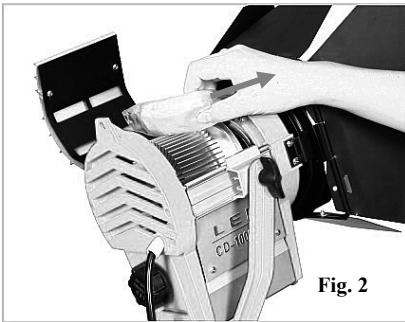
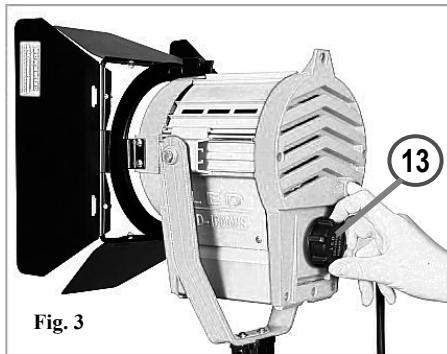

Fig. 2
Fig. 3
- Verwijder het beschermvulsel voor transport** en eventueel andere resten (Fig. 2). Sluit het deksel.
- Plaats de klepvenset (2) en regel de hellinghoek van de bevestigingsbeugel.
- Sluit de 220V stekker (5) aan op een contactdoos.
- Schakel de LED verlichting IN-UIT met schakelaar (6).
- Stel de focus van de lichtstroom in met regelknop (13) (Fig. 3).
- Enlevez le rembourrage de protection pour le transport** et éventuellement d'autres résidus.(Fig. 2). Fermez le couvercle.
- Placez le coupe-flux (2) et ajustez l'angle d'inclinaison de l'étrier de fixation.
- Raccordez la fiche 220V (5) à une prise de courant.
- Appuyez l'interrupteur (6) pour allumer ou éteindre la lumière LED.
- Réglez la focalisation du flux lumineux avec le bouton de réglage (13) (Fig. 3).